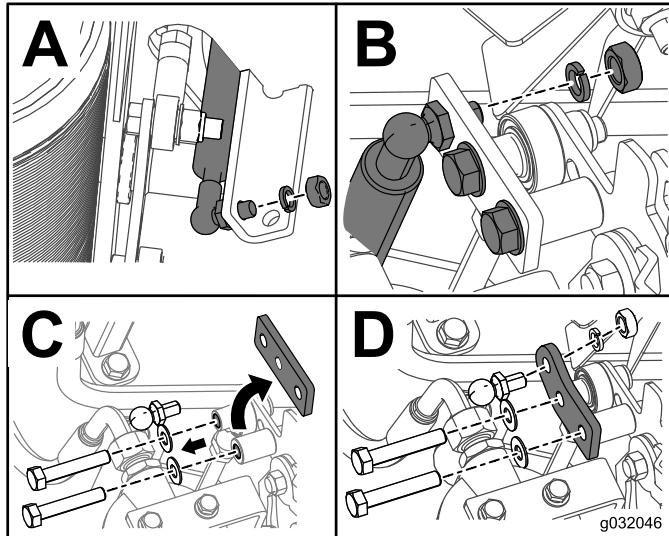

Figure 2
- Détachez l'amortisseur actuel sous la machine (encadré A de Figure 2).
- Détachez et déposez l'amortisseur actuel de la machine (encadré B de Figure 2).
- Retirez les boulons et les rondelles de la plaque d'amortisseur, comme montré dans les encadrés B et C de Figure 2.
- Mettez la plaque d'amortisseur au rebut (encadré C de Figure 2).
- Fixez les nouveaux amortisseurs et plaque d'amortisseur à l'aide des fixations retirées précédemment (encadré D de Figure 2).
- Fixez l'amortisseur au support inférieur à l'aide des fixations retirées précédemment (encadré A de Figure 2).